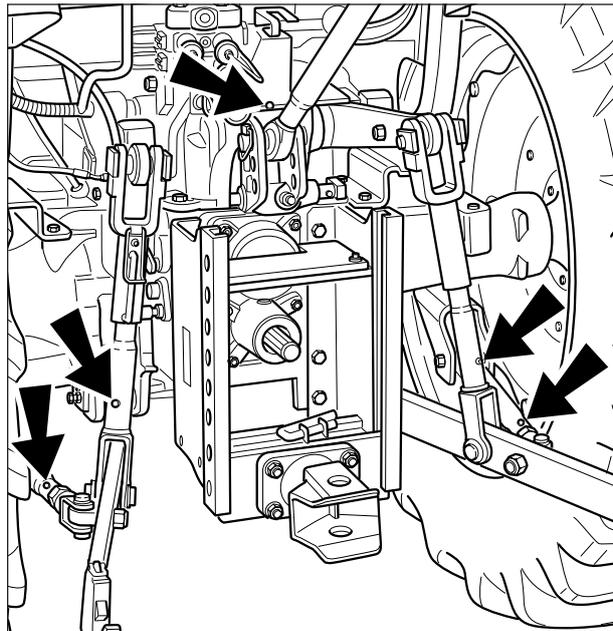

Abb.7-19 Schmiernippel der Dreipunktaufhängung und des Oberlenkers
- Dreipunktaufhängung: 4 Schmiernippel (Abb.7-19)
- Oberlenker: 1 Schmiernippel (Abb.7-19)